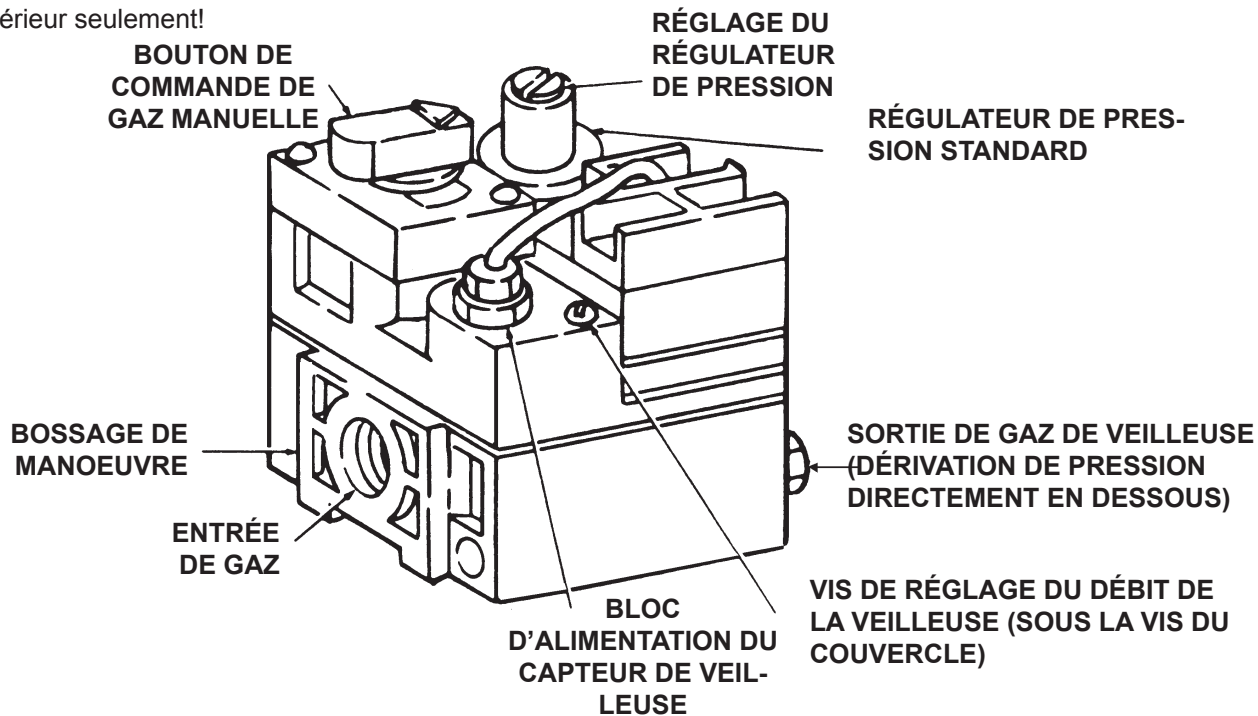

Figure 9. Composants de la soupape de gaz
- C. Si le bouton de commande manuelle sur la soupape de gaz n'est pas à la position OFF, enfoncez-le légèrement et tournez-le à la position OFF. Voir la figure 9.